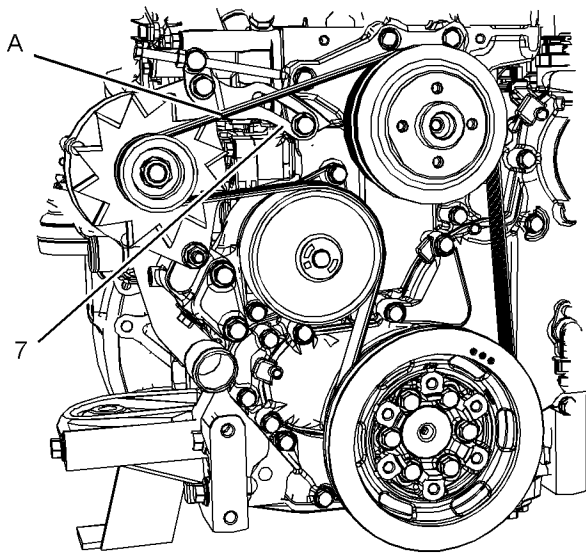

图 46
5. 安装新皮带，使用皮带配置 (A)。目视检查皮带是否正确对齐。
6. 顺时针转动螺钉 (2) 以张紧皮带。确保连杆调节器 (7) 处于最大伸出位置，请参阅图 46。
7. 拧紧螺栓 (5)、螺母和螺栓 (6)，然后拧紧螺母和螺栓 (1)。将这些螺母和螺栓拧紧至 50 N·m (37 lb ft)。
8. 逆时针转动螺栓 (2) 两整圈，然后将螺母 (3) 拧紧至 30 N·m (22 lb ft)。